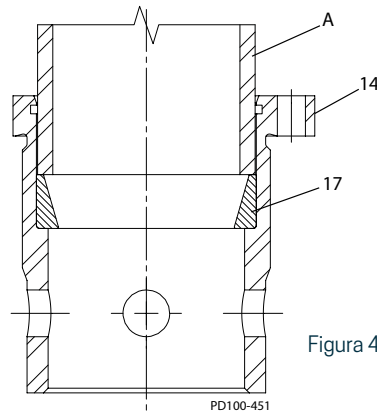

Figura 46 - Haga presión sobre la copa del cojinete trasero
1. Haga presión para instalar la copa del cojinete trasero (Figura 46, renglón 17) en la carcasa del cojinete (elemento 14) con el uso de una herramienta de empuje (elemento A).